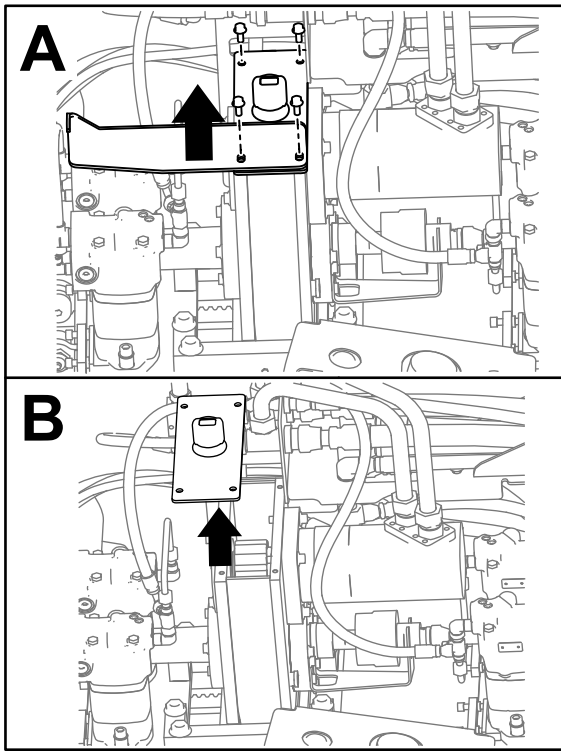

Figura 133
3. Remova os 4 parafusos da chapa de proteção e da caixa de transmissão (Caixa A da Figura 133).
4. Remova a chapa de proteção (Caixa A da Figura 133).
5. Remova a tampa da caixa de transmissão e remova o óleo por sifonamento (Caixa B de Figura 133).
9. Instale novamente a proteção com os 2 parafusos (Caixa A de Figura 133).
10. Instale os outros 2 parafusos, fixando a tampa na caixa de transmissão (Caixa A de Figura 133).